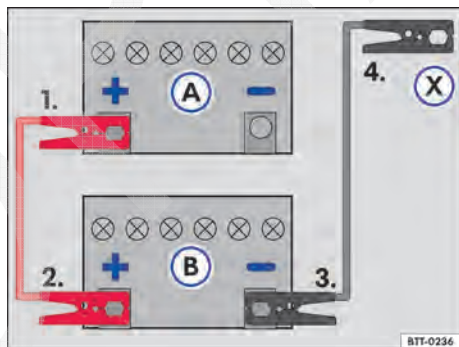

Fig. 183 Esquema para a conexão dos cabos auxiliares de partida: bateria do veículo descarregada (A) e bateria do veículo fornecedora de corrente (B).
Legenda para → Fig. 183:
- Conectar uma extremidade do cabo auxiliar de partida *vermelho* ao polo positivo → Fig. 183 ④ do veículo com a bateria do veículo descarregada ③ → ⚠.
- Conectar a outra extremidade do cabo auxiliar de partida *vermelho* ao polo positivo ④ da bateria do veículo fornecedora de corrente ⑤.
- Conectar uma extremidade do cabo de auxílio na partida *preto* ao polo negativo ⑥ da bateria do veículo fornecedora de corrente ⑦.
- Conectar a outra extremidade do cabo auxiliar de partida *preto* ⑧ no veículo com a bateria do veículo descarregada em uma peça maciça de metal aparafusada firmemente ao bloco do motor ou no próprio bloco do motor - porém não nas proximidades da bateria ⑨ → ⚠.